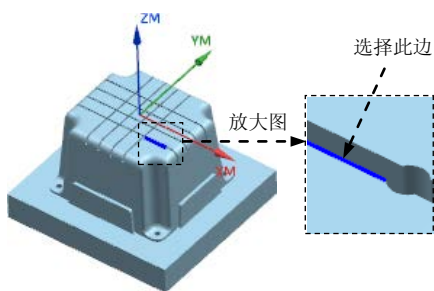
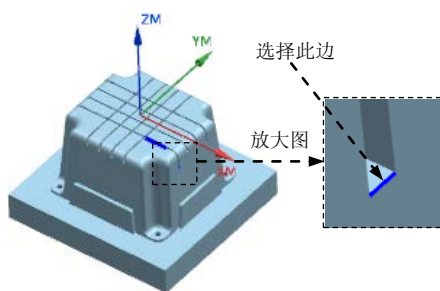
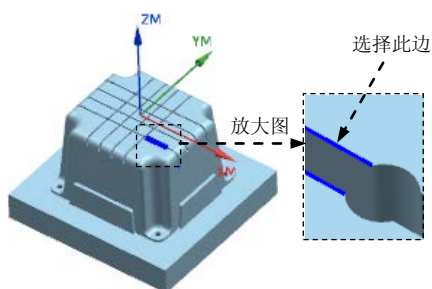
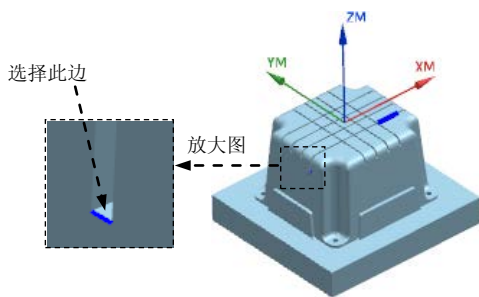

图 20.46 定义参照边
图 20.47 定义参照边
图 20.48 定义参照边
图 20.49 定义参照边
Step3. 创建边界。在“创建边界”对话框 **材料侧** 下拉列表中选择 **外部** 选项。在 **刀具位置** 下拉列表中选择 **相切** 选项，然后在图形区选择图 20.46 所示的边线；在 **刀具位置** 下拉列表中选择 **对中** 选项，在图形区选择图 20.47 所示的边线；在 **刀具位置** 下拉列表中选择 **相切** 选项，然后在图形区选择图 20.48 所示的边线；在 **刀具位置** 下拉列表中选择 **对中** 选项，在图形区选择图 20.49 所示的边线，单击 **创建下一个边界** 按钮，系统自动创建一个边界。